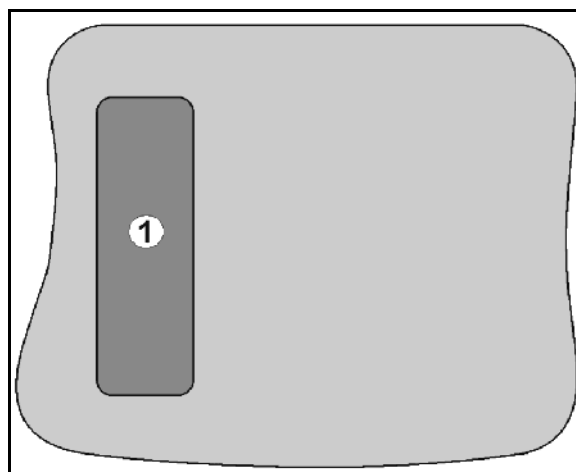

Bild 8
- På enhetens baksida finns en shift-knapp  (Bild 8/1).